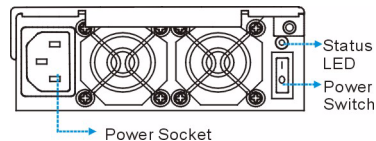
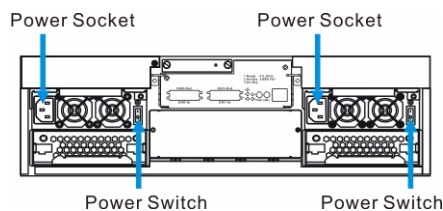

Figure 7.1 Module de contrôleur DVA-08E
Figure 7.2 Module de contrôleur DVA-08K / DVA-16K
1. Branchez les câbles d'alimentation fournis aux prises situées sur le panneau arrière du système (voir *Figure 7.1* et *Figure 7.2*). Le DVA-08E requiert un (1) câble d'alimentation ; le DVA-08K et le DVA-16 K requièrent deux (2) câbles d'alimentation.
4. Allumez le sous-système en mettant sous tension les deux commutateurs situés sur le panneau arrière des modules d'alimentation. Pour localiser les commutateurs, reportez-vous à la *Figure 7.1* et à la *Figure 7.2*.